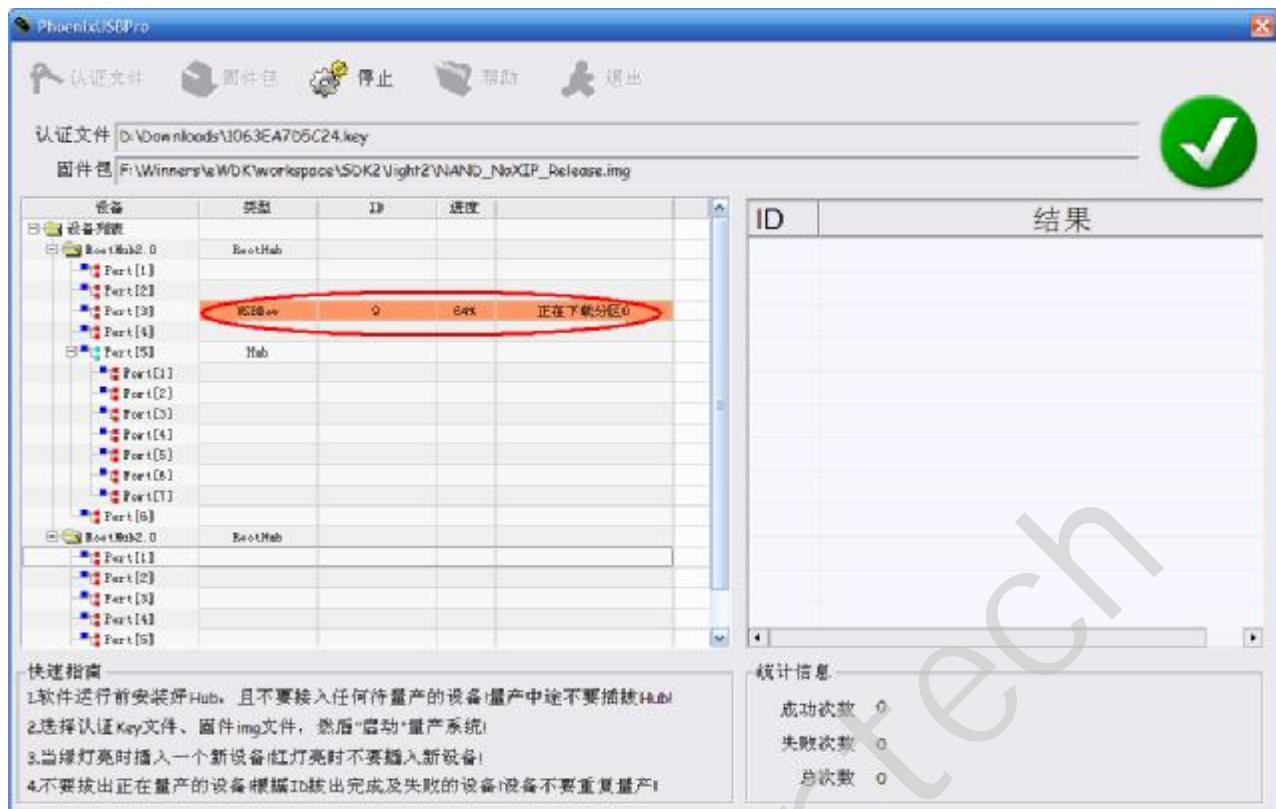

图 3.3
C. 插入设备后出现如下图（图 3.3）所示，出现橙红色的设备指示。软件会给每个 USB 口的设备分配 ID，如图中的 ID 为 9，表示该 USB 口的设备 ID 都是 9。请用标签标记对应的 USB 线的 ID 号（此操作只需做一次）。在量产完成后，要此凭标签的 ID 号进行拔设备。